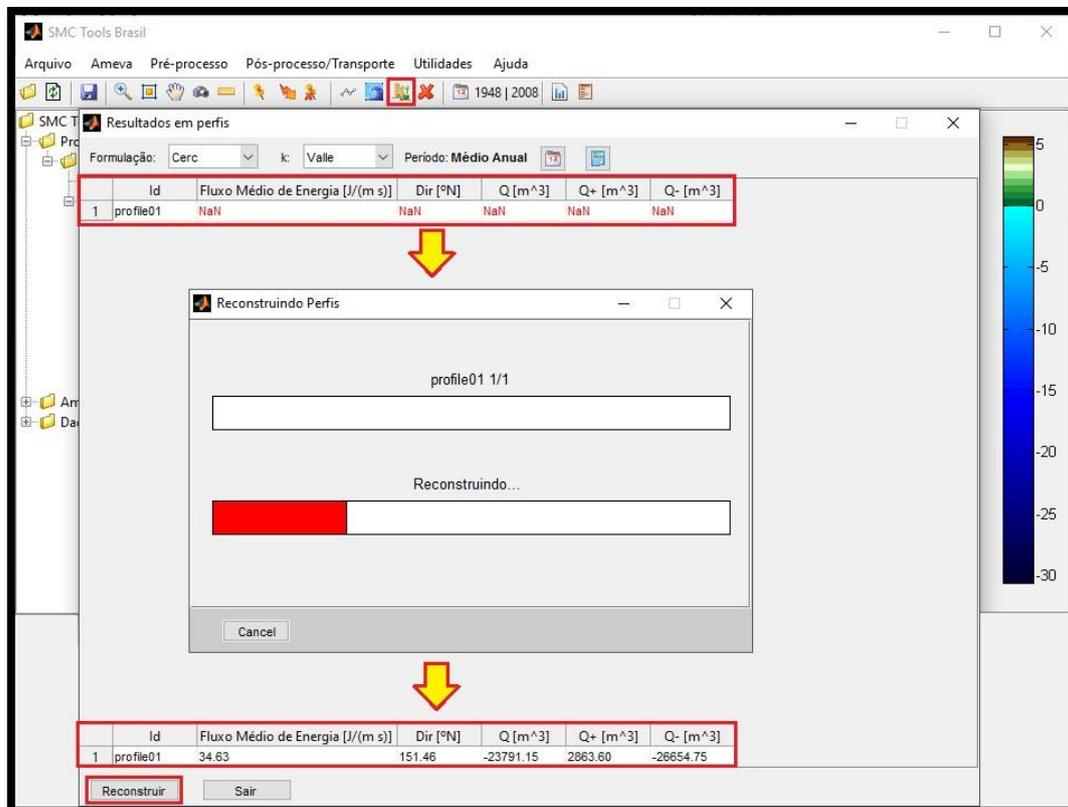
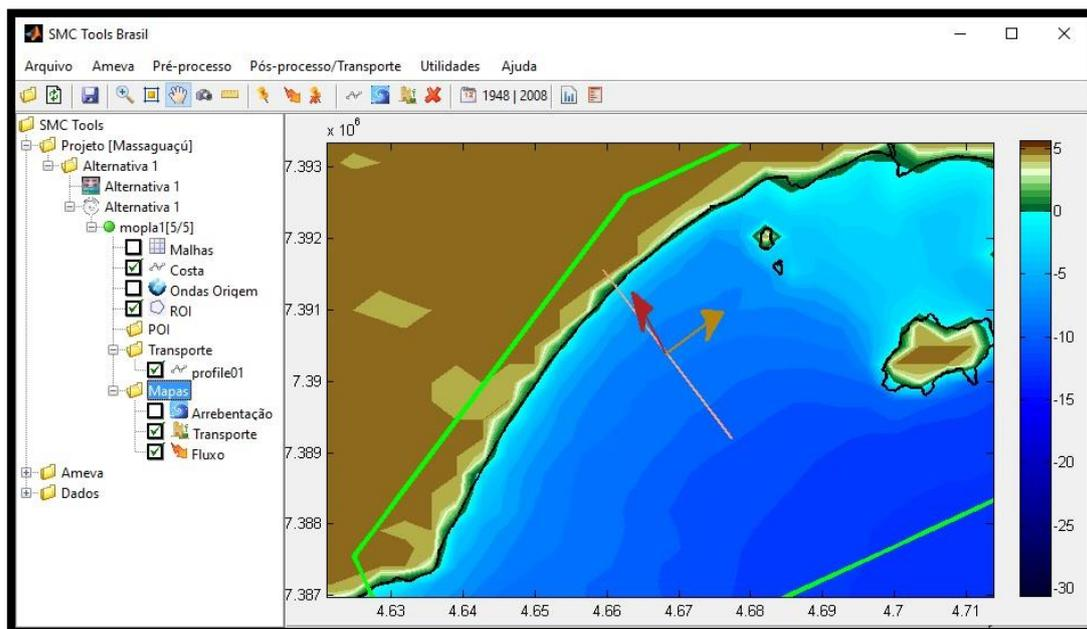

Figura 11 – A ferramenta "Calcular transporte" inicia o cálculo do transporte de sedimento e do fluxo de energia.
Figura 12 – Vetores de transporte de sedimentos e do fluxo de energia em amarelo e vermelho respectivamente.
- 10) Para o cálculo de ambos clicar na opção "Calcular Transporte" () do menu principal (Figura 11);
- 12) Após a reconstrução dos perfis (cálculo do transporte de sedimentos e fluxo de energia), abrir a pasta "Mapas" onde é possível visualizar os resultados em "Transporte" e "Fluxo" (Figura 12).
Pelos vetores criados após o cálculo do transporte de sedimentos e do fluxo de energia em amarelo e vermelho respectivamente (Figura 12) pode-se observar a magnitude (tamanho) e a direção de ambos. Valores quantitativos podem ser observados em “Resultados em perfis” (Figura 11).